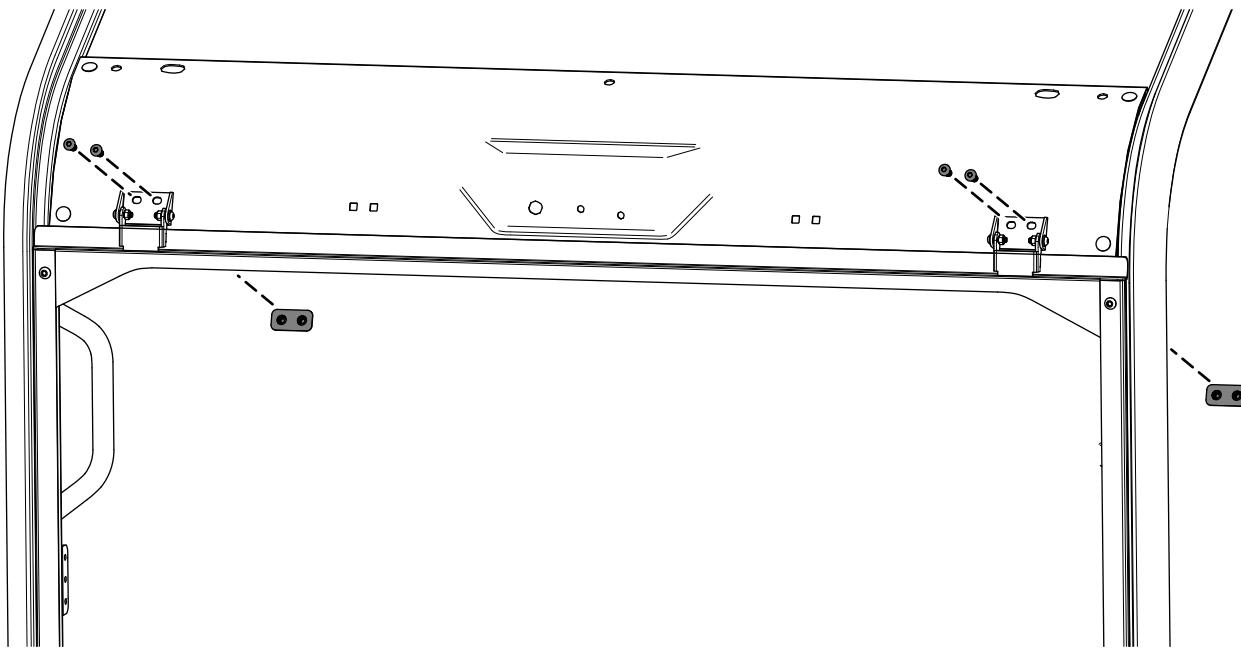

Рисунок 5
2. Установите ветровое стекло, не затягивая, используя 2 пластины с резьбовыми отверстиями (8 мм) и 4 болта со сферическими головками (M8 x 20 мм), как показано на Рисунок 5.